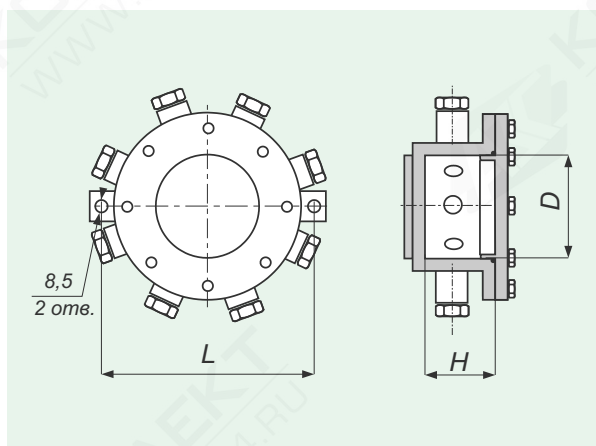

Рис. 2. Коробка с расположением кабельных вводов в один ряд.
1) В столбце "Тип" указано основное обозначение коробки, которое образовано значениями ее внутренних размеров "D" и "H" (рис. 2, 3).
4) "L" - установочный размер отверстий на крепежной пластине (рис. 2, 3).